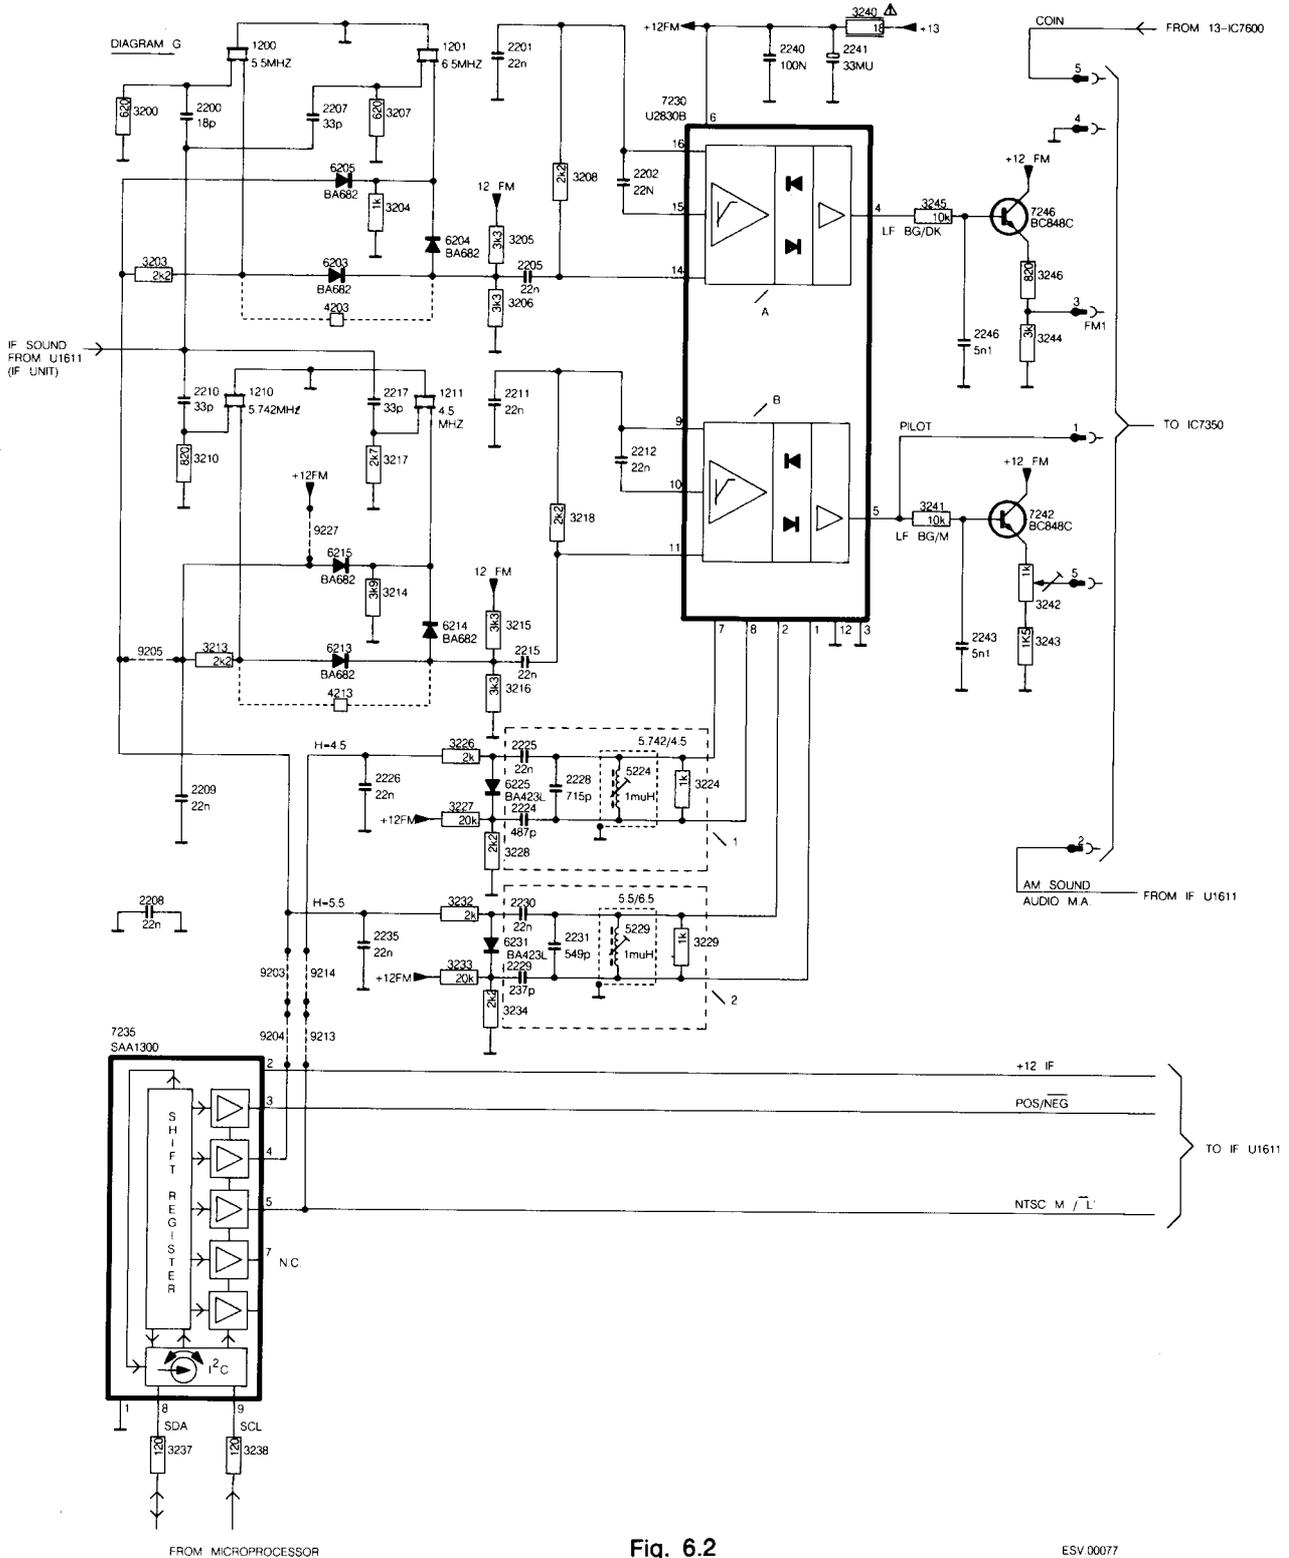

Fig. 6.2
6.2 Die FM-Demodulatoren (siehe Abb. 6.2)